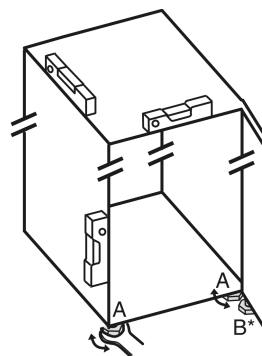

Fig. 5
- Seřizovací nožky Fig. 5 (A) vyšroubujte pomocí přiloženého vidlicového klíče a pomocí vodováhy, dokud nebude spotřebič pevně vyrovnaný.
- Seřizovací nožku Fig. 5 (B) na stojanu ložiska vytáchejte pomocí přiloženého vidlicového klíče, až dosedne na zem.
- Seřizovací nožku Fig. 5 (B) otácejte dál o 90°.